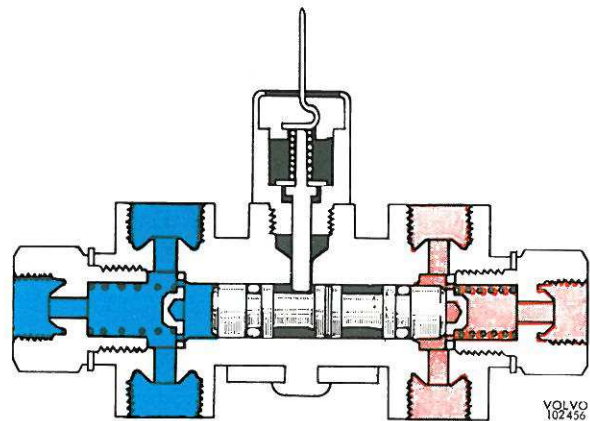

Figure 44. Position d'avertissement
C'est seulement à partir du moment où la pression dans le circuit secondaire dépasse celle du circuit primaire d'environ 10 kg/cm^2 que les pistons sont repoussés si loin vers la droite que la goupille de guidage (4) arrive à descendre dans le creux de gauche. La rondelle de contact (2) est mise en contact avec le boîtier (3) et le circuit est fermé (figure 44). Si l'on décomprime alors le système, la goupille de guidage empêchera le retour des pistons en position normale. Ceci peut se faire seulement après le démontage du boîtier de contact (3).